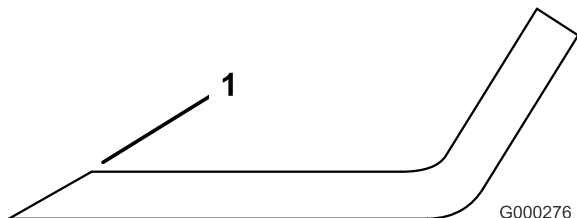

Figure 99
1. Au moyen d'une lime, aiguissez les tranchants aux deux extrémités de la lame (Figure 99). Veillez à conserver l'angle de coupe d'origine. Limez la même quantité de métal sur chacun des deux tranchants pour ne pas déséquilibrer la lame.